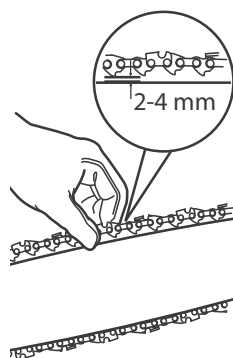

Fig. 12
- > Testez la tension de la chaîne [3] en soulevant la chaîne d'une main sans tenir l'appareil avec l'autre main. La chaîne est suffisamment tendue quand elle peut être décollée de 2-4 mm au niveau du milieu du guide-chaîne [4] (Fig. 12).